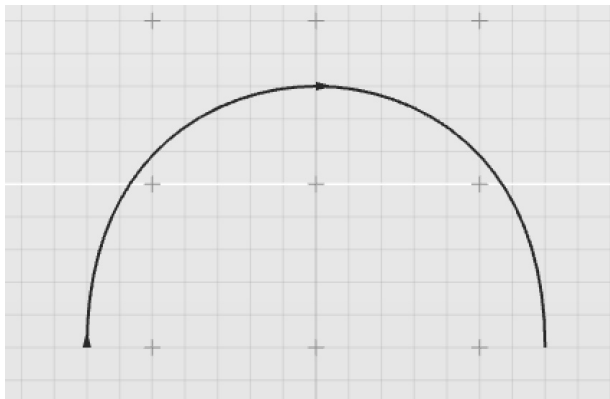

图 3-90 合并操作结果
4) 使用“合并”工具, 拾取第 2 组曲线, 结果虽合并为一个对象, 但是明显可见曲线的接合位置, 如图 3-90 所示。